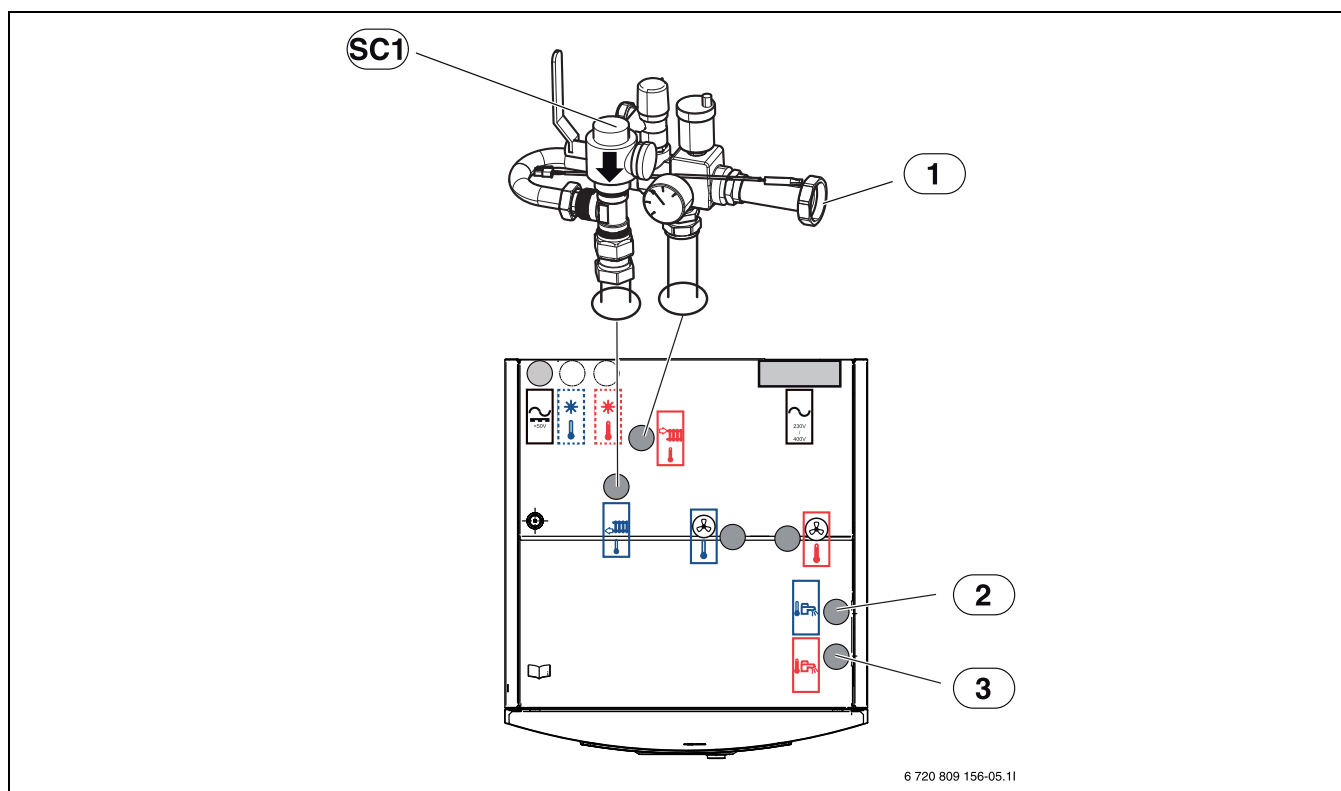

Fig. 9 Raccordements de l'unité intérieure à l'installation de chauffage et l'eau chaude sanitaire
- ▶ Raccorder la pompe de l'installation de chauffage à [1], fig. 9.
- ▶ Raccorder le retour chauffage au filtre à particules [SC1], fig. 9.
- ▶ Raccorder l'eau froide sanitaire à [2], fig. 9.
- ▶ Raccorder l'eau chaude sanitaire à [3], fig. 9.